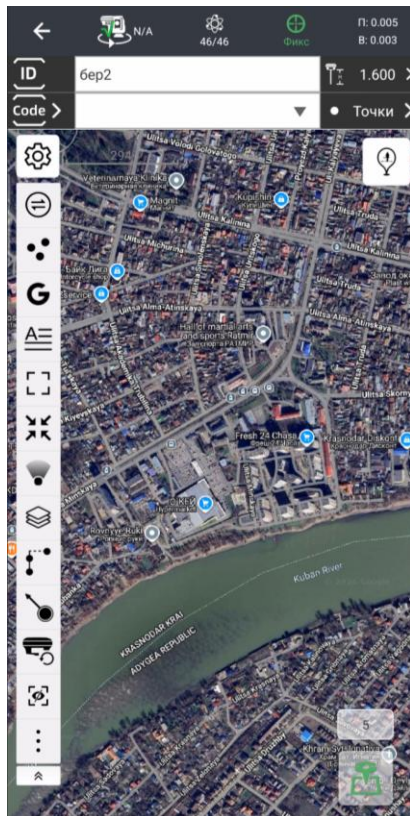
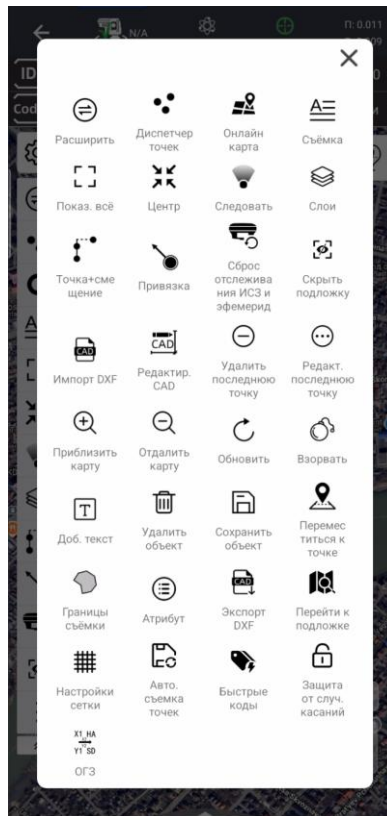
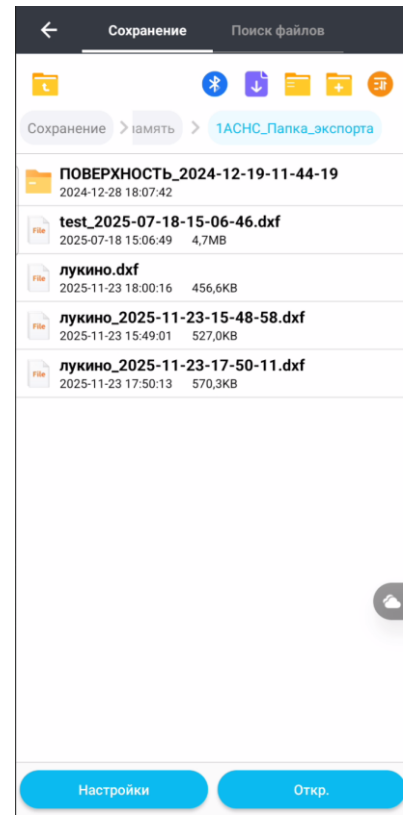

Рисунок 4.4.3
Рисунок 4.4.4
Рисунок 4.4.5
1. Для использования импортируемых карт нажмите на кнопку  в меню **Дополнительные функции**  или импортируйте карту через меню **Импорт** в нижнем меню **Проект** (Рисунок 4.4.3, Рисунок 4.4.4, Рисунок 4.4.5).